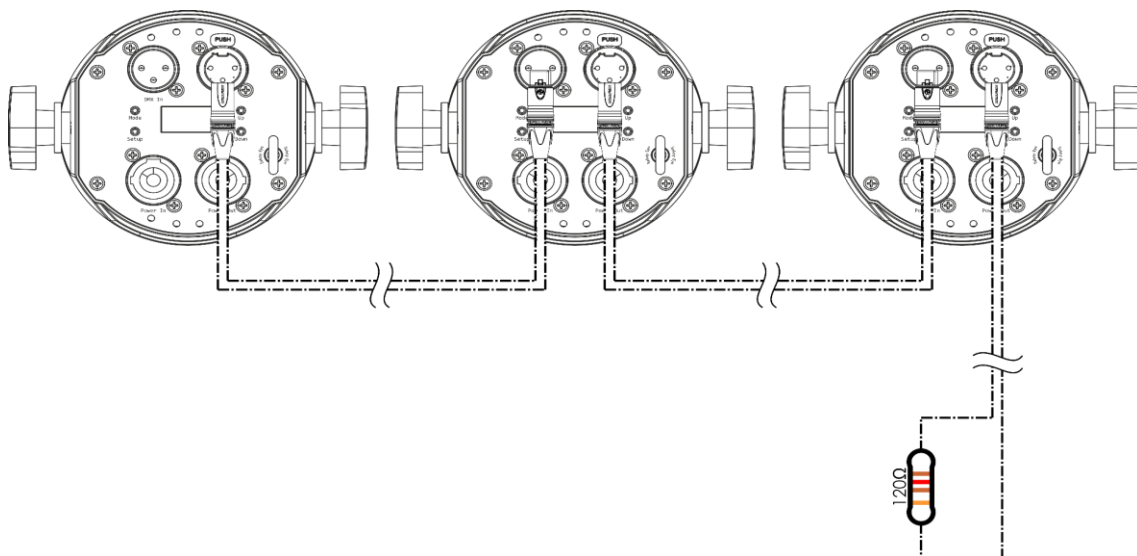

Fig. 09
- 02) Herhaal stap 1 om alle apparaten aan te sluiten zoals getoond in Fig. 09. Het eerst aangesloten apparaat wordt automatisch herkend als masterapparaat.